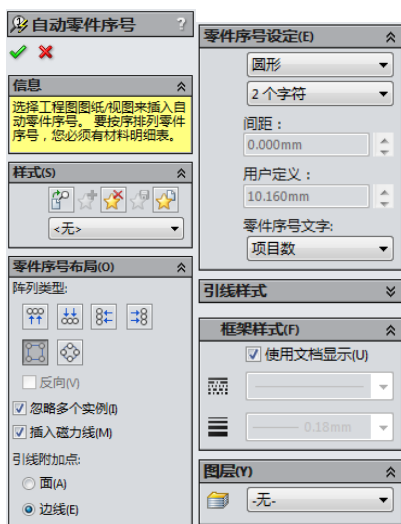

图 14-20 选择零件序号布局
(1) 单击“注解”工具栏中的“自动零件序号”按钮，或选择需要添加零件序号的工程图，执行“插入”→“注解”→“自动零件序号”菜单命令，弹出“自动零件序号”属性管理器，在对话框的“零件序号布局”栏中单击“布置零件序号到方形”按钮，如图 14-20 所示。